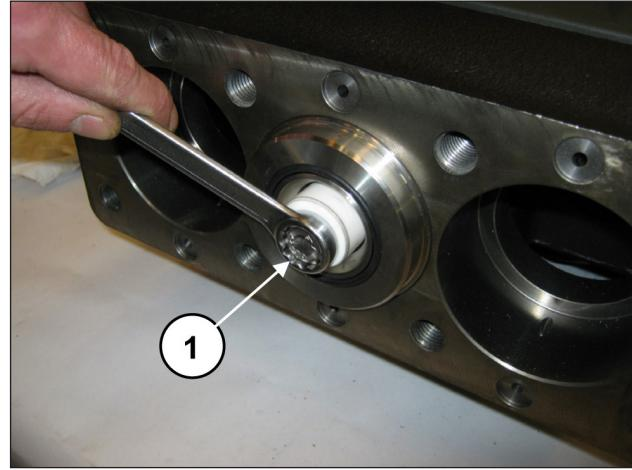

Fig. 168
Provvedere allo smontaggio dei pistoni svitando le viti di fissaggio (pos. ①, Fig. 168).